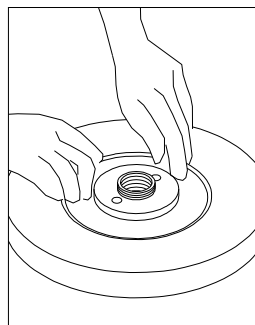

Рис. 6.11.3
- 2) Установите прижимную пластину шлифовального круга и зажмите гайку ступицы, как показано на рис. 6.11.3.